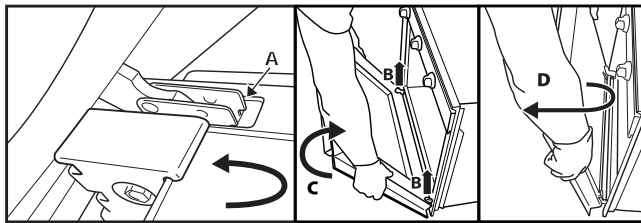

Fig. 2
3. Закройте дверцу до упора (А), поднимите (В) и поверните (С) так, чтобы снять ее (D) (Рис. 2).